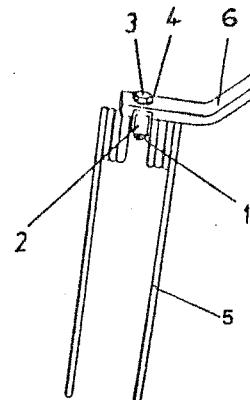

Bild 2
Zinken(Bild2, Pos.5) auf die Zinkenarme(Bild 2,Pos.6) stecken und mit Unterlage(Bild 2,Pos.2) von unten an die Öse des Zinkens anlegen. Danach die Sechskantschraube mit Scheibe(Bild 2, Pos.3.u.4) von oben durchstecken und Sicherungsmutter (Bild 2, Pos.1) fest mit Drehmomentenschlüssel (110Nm) anziehen.
Placer la dent(Fig.2, rep.5) sur son bras (Fig.2, rep.6) et la mettre contre l'oeillet de la dent avec la cale(Fig.2, rep. 2) du bas. Ensuite insérer la vis à 6 pans avec rondelle (Fig.2, rep. 3 et 4)du haut et bien serrer l'écrou de fixation (Fig.2, rep.1) au moyen d'une clé dynamométrique (110 Nm).
Push the tines(Fig.2, item 5) onto the tine arms (Fig. 2, item 6) and make them butt against the eyelet of the tine from below, together with the washer(Fig.2, item 2). Then push the hexagonal bolt with washer (Fig.2, items 3 and 4) through from above and tighten the locknut(Fig. 2, item1) safely using a torque wrench (110 Nm).
De tanden(afb.2pos.5) op de armen van de vork(afb.2, pos.6) aanbrengen en met de onderlaag (afb.2,pos.2) van ondern tegen het oog van de vork aanleggen. Daarna de zeskantschroef met schijf(afb.2, pos.3+4) van boven erdoor steken en de veiligheidsmoer(afb.2,pos.1) stevig vastschroeven m.b.v. een momentensleutel(110 Nm).
Skjut på fjädrarna(bild 2 pos 5) på rotorarmarna (bild 2 pos.6) och sätt dit underläggsbrickan(bild 2 pos 2) underifrån mot fjäderns öglor. Stick in en sexkantskruv med bricka (bild 2 pos 3 och 4) ovanifrån och sätt dit en låsmutter(bild 2 pos 1). Dra åt muttern, åtdragningsmoment 110 Nm.
Infilare il dente (fig. 2, pos. 5) nel braccio portadente (fig. 2, pos. 6) appoggiare sulla parte inferiore lo spessore (fig. 2, pos. 2) inserire il bullone esagonale con rondella (fig. 2, pos. 3 e 4) e serrare con il dado (fig. 2, pos. 1) con chiave tarata (110 Nm).